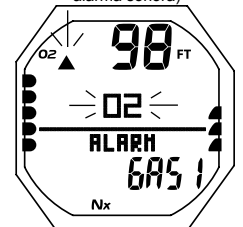

Fig. 98 - PRINCIPAL ALARMA
**Pantalla principal de la alarma de O2** - Ésta es la información mostrada (Fig. 98):